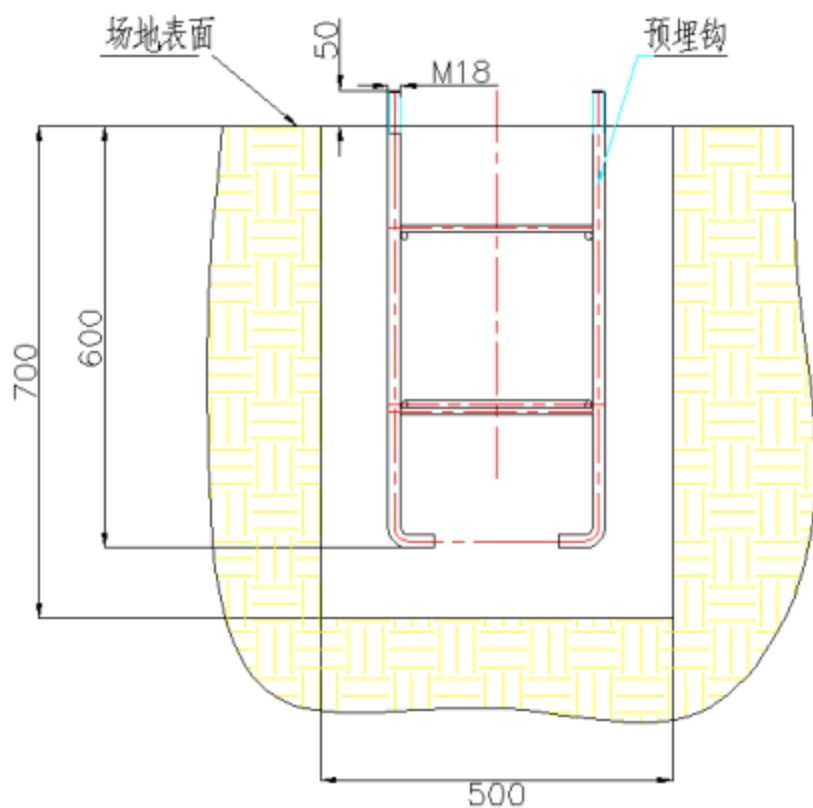

图4
3) 将预埋架放入混凝土基坑中（如图4），保证预埋架与场地表面垂直，预埋架埋入尺寸如图4所示。（注：注意器材的安装方向由预埋架的放置决定）